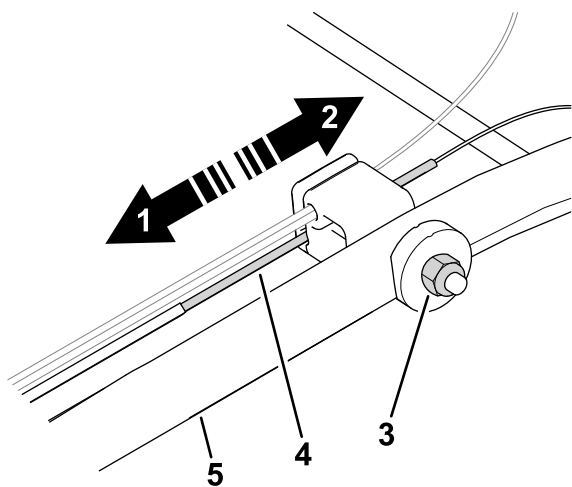

Рисунок 23
1. Поверните регулировочную гайку против часовой стрелки, чтобы ослабить натяжение троса (**Рисунок 23**).
2. Отрегулируйте натяжение троса (**Рисунок 23**), потянув его назад или вперед, затем удерживайте в этом положении.